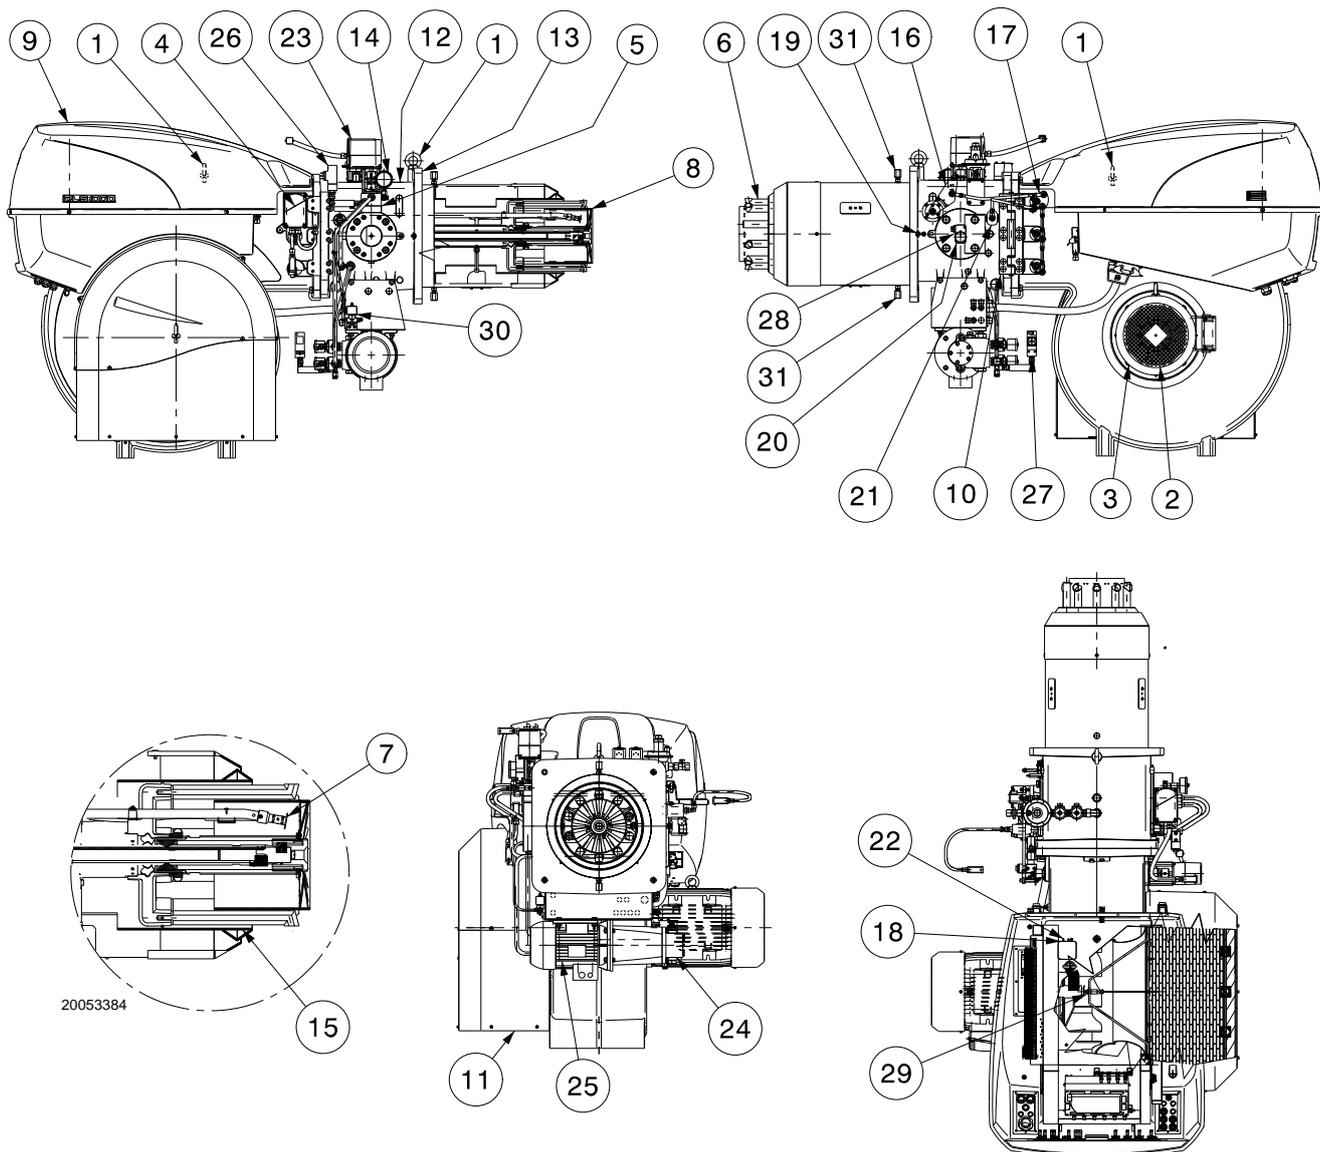

Abb. 4
(1) Referenzbedingungen: Raumtemperatur 20 °C - Gastemperatur 15 °C - Barometrischer Druck 1013 mbar - Höhe 0 m ü.d.M.
(2) Druck am Anschluss 28)(Abb. 4) bei Druck Null in Brennkammer und bei Höchstleistung des Brenners.
(3) Schalldruck gemessen im Verbrennungslabor des Herstellers bei laufendem Brenner am Prüfkessel, bei Höchstleistung. Die Schalleistung wird mit der von der Norm EN 15036 vorgesehenen "Free Field" Methode und mit einer Messgenauigkeit "Accuracy: Category 3", wie von der Norm EN ISO 3746 vorgesehen, gemessen.
Der Gaseintritt darf nur an der rechten Brennerseite erfolgen, wie in Abb. 4 dargestellt.